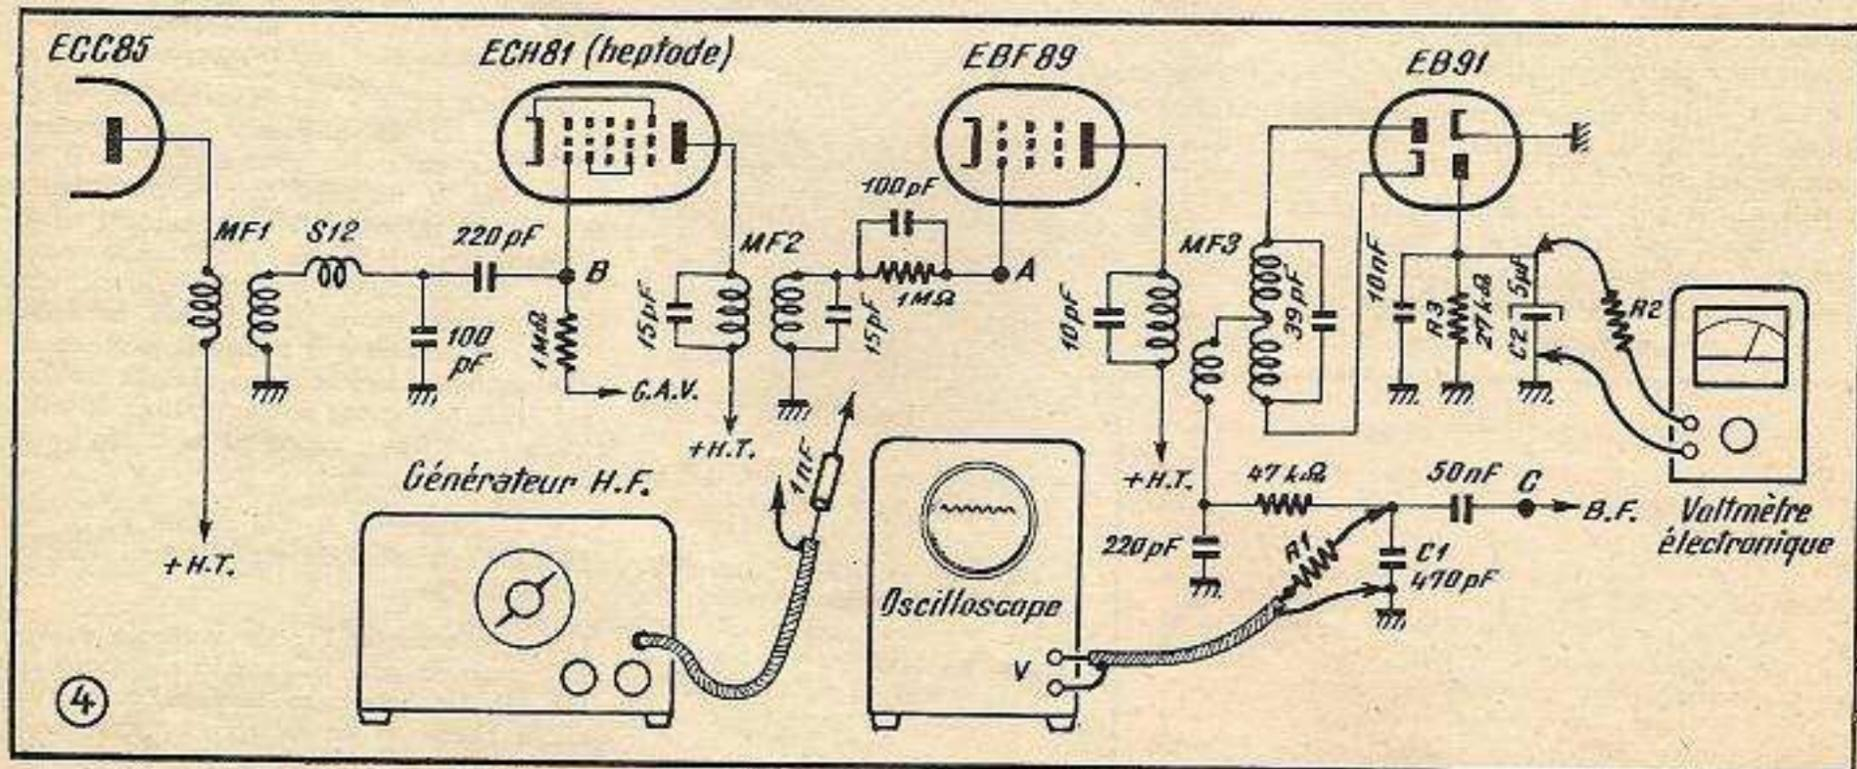
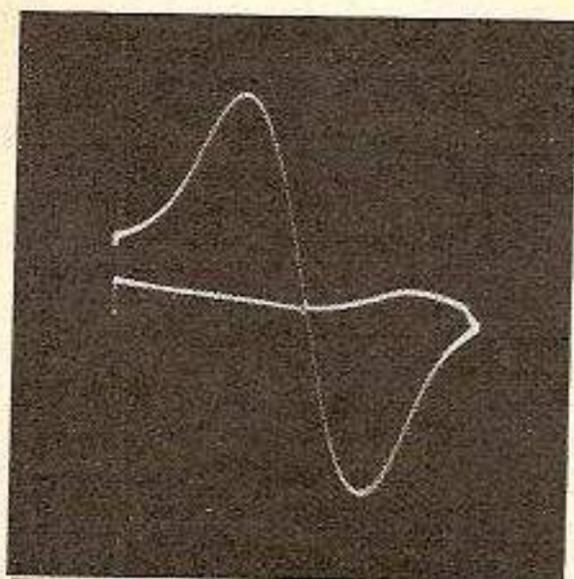

Fig. 4. — Branchements à effectuer pour le réglage un peu différent des circuits M.F.
Fig. 8. — Aspect réel de la courbe de réglage correcte d'un détecteur.
Voici, par exemple, comment **Schneider** recommande d'aligner certains de ses récepteurs, dont la partie FM est schématisée par la figure 4.
7. — Brancher la sortie du générateur H.F., commuté de nouveau sur non-modulé, à la grille de commande de l'heptode ECH 81 (ou de la première amplificatrice M.F. d'une façon générale), c'est-à-dire au point B de la figure 4, à travers un condensateur de  $1000\text{ pF}$  comme précédemment. Ajuster l'atténuateur de façon à avoir toujours 1 V au voltmètre électronique;
3. — Connecter l'entrée verticale du vobuloscope en parallèle sur la résistance  $R_2$  (fig. 4). La liaison se fera à l'aide d'un câble blindé et en interposant une résistance série de  $100\text{ k}\Omega$ , comme  $R_2$  pour le voltmètre électronique;
9. — Reconnecter la capacité  $C_2$  (fig. 4) ;
La photo de la figure 8 montre la courbe normale obtenue à la suite du réglage indiqué au § 11 ci-dessus. Le récepteur sur lequel cette courbe a été relevée était analogue, en tant que schéma, à celui de la figure 4. L'atténuateur H.F. du vobuloscope 231 se trouvait placé sur  $-50$  dB et l'excursion était réglée à 0,5 MHz, ce qui explique une certaine largeur de la courbe.